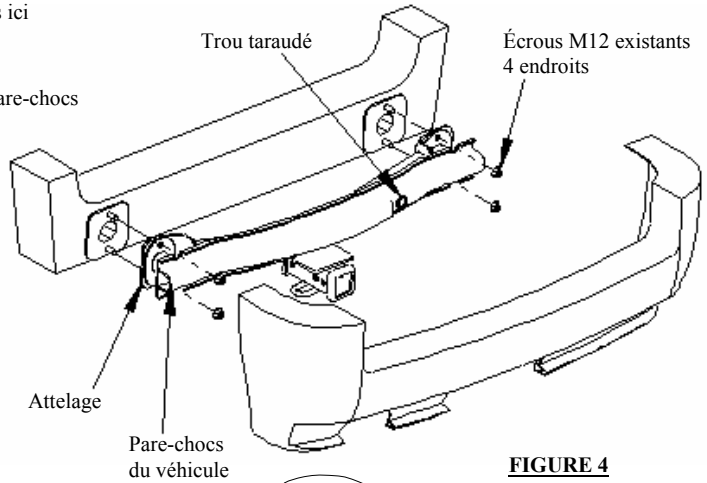

FIGURE 4
- Soulever l'attelage et le pare-chocs en position comme indiqué à la Figure 4, en intercalant l'attelage entre le panneau d'extrémité du véhicule et le pare-chocs. Fixer à l'aide des quatre écrous enlevés à l'étape 3.